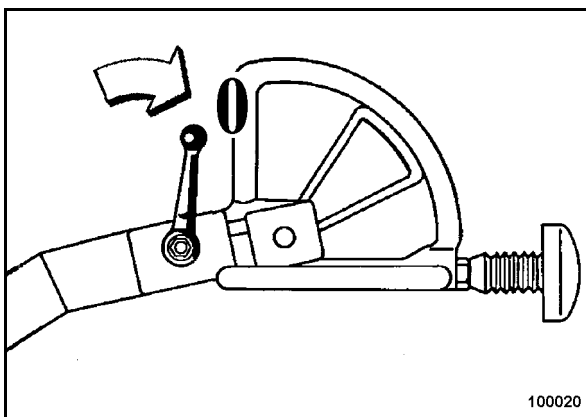

Рис. 27
- Установить рычаг вибрации (Рис. 27) в положение "0".